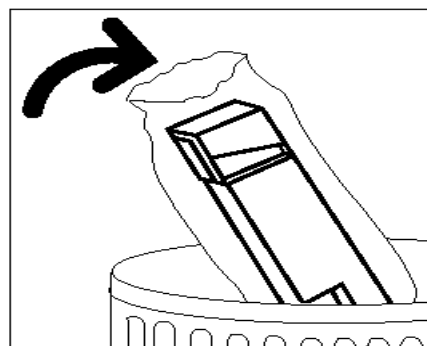

Figura 17: Descartar o Recipiente de despejo de tinta seca usado
- 5** Coloque o Recipiente de despejo de tinta seca em um saco plástico, conforme ilustrado na Figura 17, e descarte o recipiente usado de acordo com os regulamentos locais.